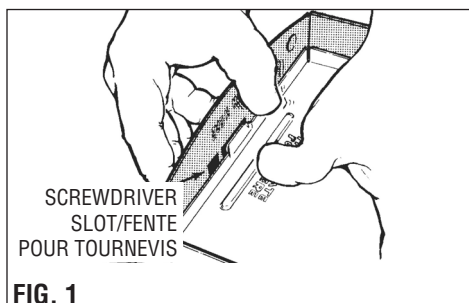

FIG. 1
1. Remove motor plate from housing by pushing down on it and pulling side of housing or use screwdriver (FIG. 1).
1. Retirer la plaque du moteur du boîtier en appuyant sur cette dernière tout en tirant sur le côté du boîtier ou utiliser un tournevis (FIG. 1).